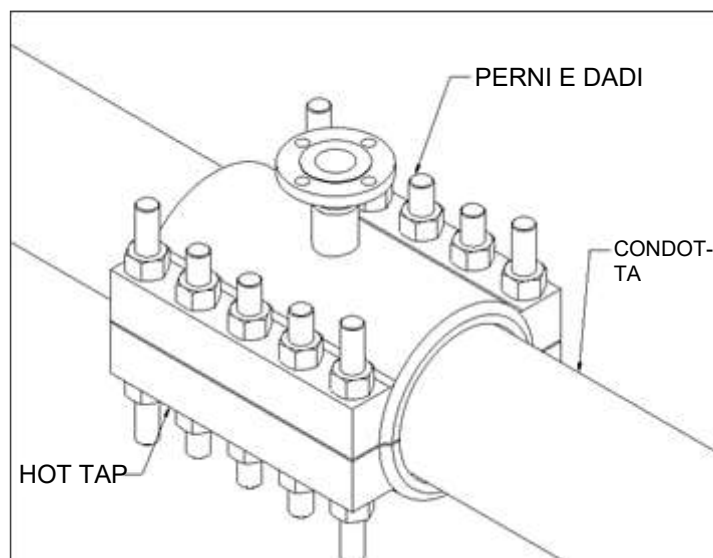

Figura 7
Questa sezione descrive la procedura di installazione per la PLIDCO Hot Tapping+Saddle standard con bulloni, senza estremità a morsetto, come mostrato nella Figura 7.
- Inserire i prigionieri e i dadi nei fori degli Hot Tapping+Saddle come mostrato nella Figura 7. La maggior parte degli interventi di hot tap presenterà due diverse lunghezze dei prigionieri. Assicurarsi che i prigionieri più lunghi siano inseriti nei fori corretti. Le PLIDCO Hot Tapping+Saddle con 3 fori per lato devono avere i prigionieri più lunghi nei due fori centrali. Gli hot tap con più di 3 fori per lato devono avere i prigionieri più lunghi nei quattro fori agli angoli (vedere Figure 8 e 9). Questo aiuterà a unire il raccordo.